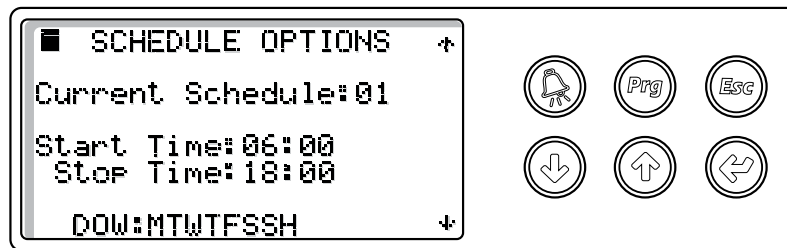

Figura 22
Al presionar la tecla **ABAJO** en la pantalla OPCIONES DE CRONOGRAMA (SCHEDULE OPTIONS) se permitirá que usted establezca el horario de ocupación para el Día de la Semana (DOW = Day Of Week) **seleccionado**. (Figura 22). Seleccione el cronograma para modificar la Hora de Inicio (Start Time) y la Hora de Parada (Stop Time). Éste es el intervalo de tiempo que la unidad estará en el modo ocupado. Todos los horarios se establecen en el formato de 24 horas. **A medida que se selecciona** el Día de la Semana (DOW = Day Of Week), las teclas **ARRIBA** y **ABAJO** permiten que el día: Lunes (M), Martes (T), Miércoles (W), Jueves (T), Viernes (F), Sábado (S), Domingo (S) y cualquier día festivo (H) estén en el modo ocupado durante este horario. Hasta 10 cronogramas pueden estar activos en cualquier horario. Éstos permiten diferentes horarios de inicio y parada en diferentes días de la semana, fines de semana o días festivos programados.